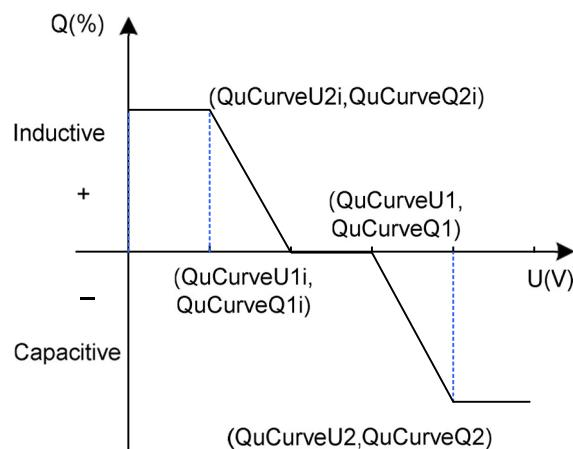

Fig. 6-30 Modo Curva Q(u)
**AVISO:** A compensação da potência reativa mudará de acordo com a mudança da tensão da rede, consulte a Fig. 6-30.